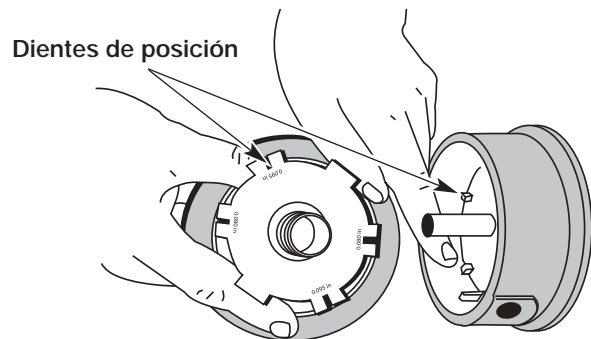

Figure 33
5. Verifique el desgaste de los dientes de posición del carrete interior y bobina exterior (Fig. 33). Si es necesario, saque la rebaba o cambie el carrete y la bobina.